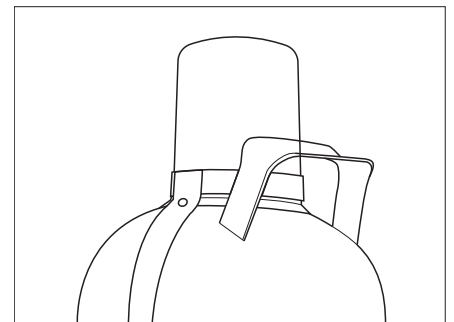

Fig. 50 Bombola del gas con veicolo in marcia
- Applicare la calotta di protezione sulla bombola del gas (Fig. 50).